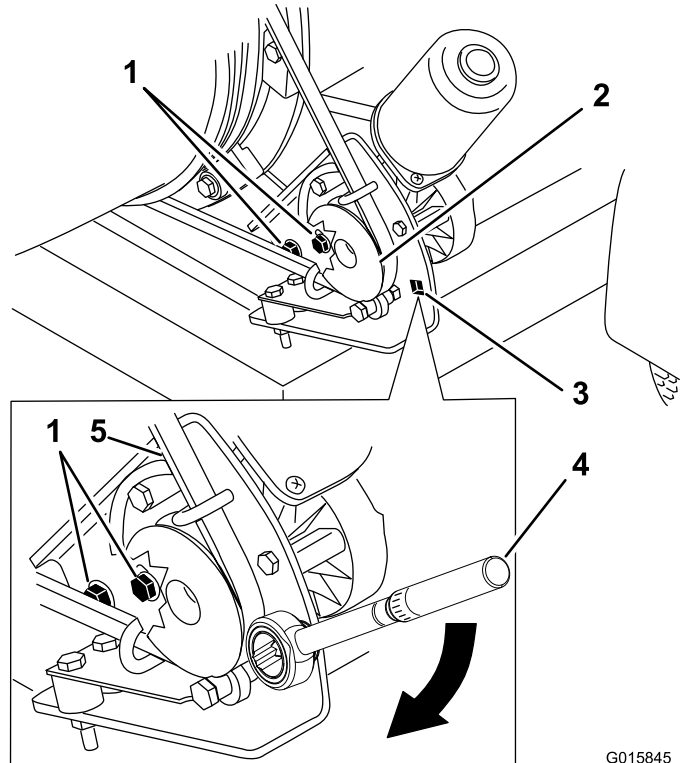

Bild 30
1. Lockern Sie die Schrauben, mit denen die Befestigungshalterung der Riemenscheibe am Bläserrahmen befestigt ist (Bild 30).
2. Platzieren Sie einen Drehmomentschlüssel in der Riemenscheibenbefestigungshalterung (Bild 30).
3. Drehen Sie die Riemenscheibenbefestigungshalterung vom Blasrohr weg, bis der Drehmomentschlüssel 22,6–26,0 N·m anzeigt (Bild 30).